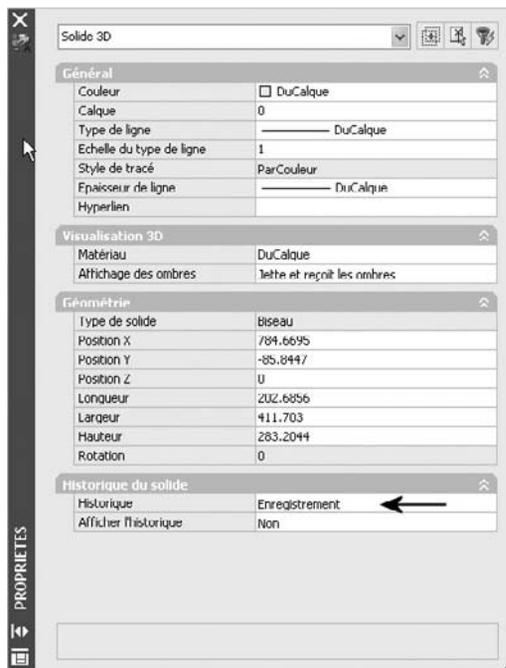

Fig.17.37
**Pour spécifier qu'un solide doit enregistrer un historique de ses formes d'origine (fig.17.37) :**